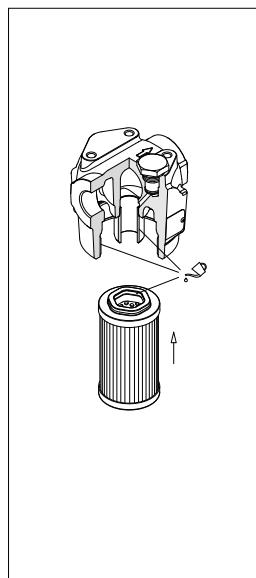

fig. 14
- (Fig. 14) Lubrificare con il fluido di lavoro l'O-ring dell'elemento filtrante, il codolo e la sede della testata, quindi calzare l'elemento filtrante sul codolo. Prestare attenzione a non danneggiare la guarnizione Hex Ring